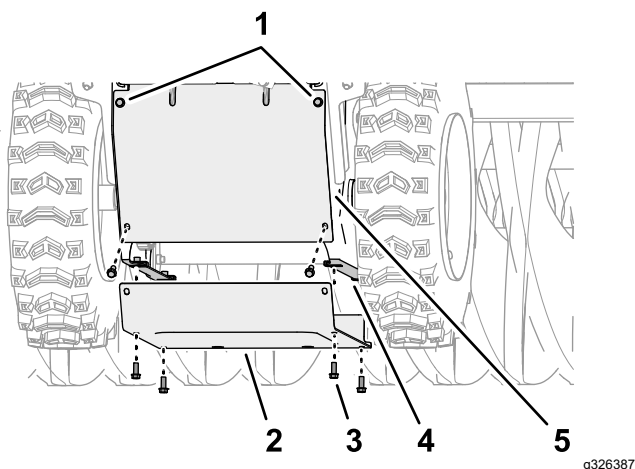

Figure 51
4. Au bas de la machine, alignez les trous du couvercle inférieur et les trous des brides des plaques latérales gauche et droite (Figure 51).
- Fixez le couvercle inférieur sur la machine (Figure 51) avec les 6 vis à embase (1/4" x 5/8").
- Serrez les 2 vis à embase supérieures (1/4" x 5/8") qui fixent le couvercle arrière sur la machine (Figure 51).